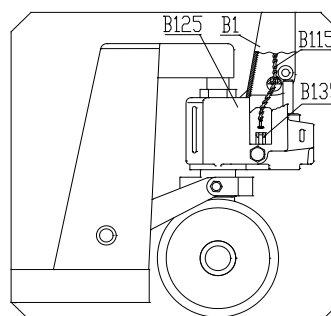

Рис. 2
- Поверните шкворень поворотной цапфы V118, чтобы установить вертикальную ось большого желоба шкворня поворотной цапфы. Расположите роликовую цепь V115 ручки поперек через желоб в шкворне поворотной цапфы V118. См. Рис. 2.
- Поместите винт и гайку на конце роликовой цепи V115 в паз опоры рычага V135. См. Рис. 2. и 5.